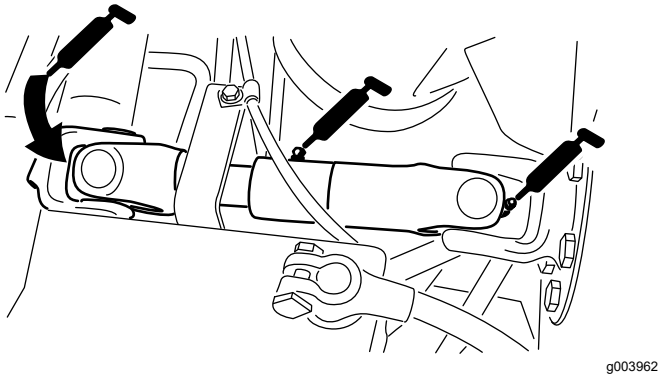

Bild 41
- U-Gelenk der Pumpenantriebswelle (3)—Bild 41